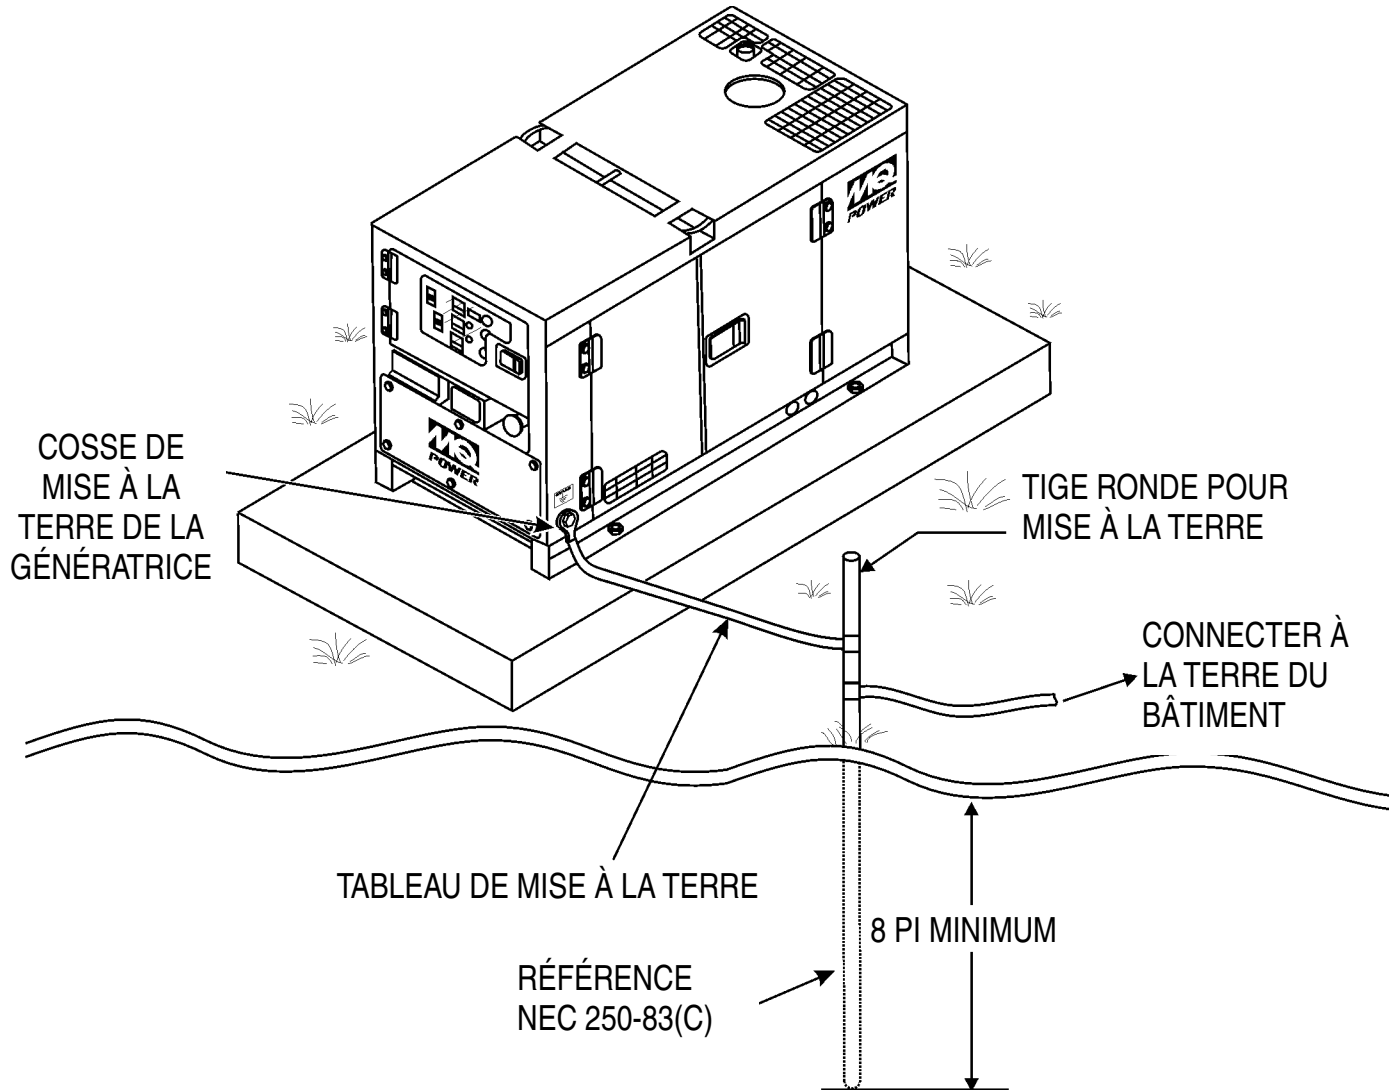

Figure 2. Application typique de mise à la terre de la génératrice
2. Lors de la mise à la terre de la génératrice (Figure 2) connectez le câble de mise à la terre entre la rondelle de blocage et l'écrou sur la génératrice et serrez complètement l'écrou. Branchez l'autre extrémité du câble de terre à la mise à la terre.